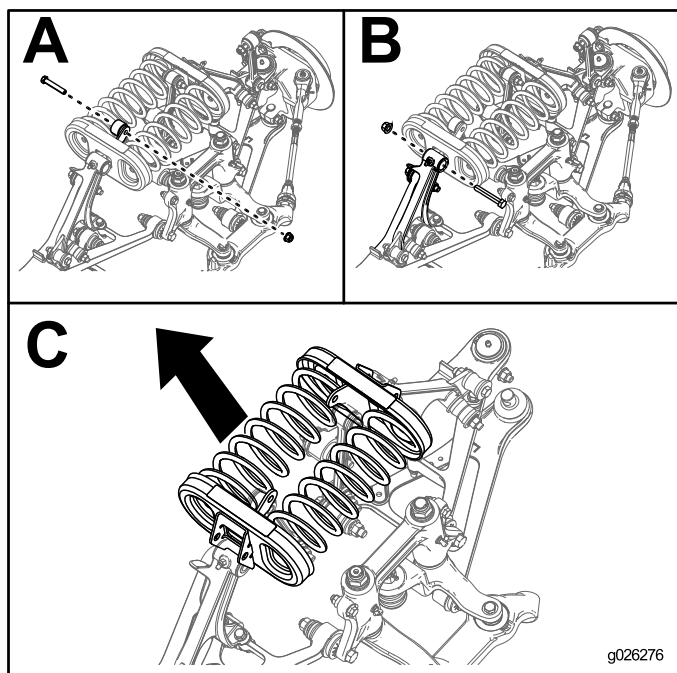

Bild 20
5. Entfernen Sie die Schrauben und Muttern vom Ende jedes Stabilisatorlenkers (A in **Bild 20**).
6. Entfernen Sie die Schrauben und Muttern vom Steuerarm, mit dem jede Federwiege befestigt ist (B in **Bild 20**).
7. Nehmen Sie die Federwiegen und Federn von der Maschine ab (C in **Bild 20**).